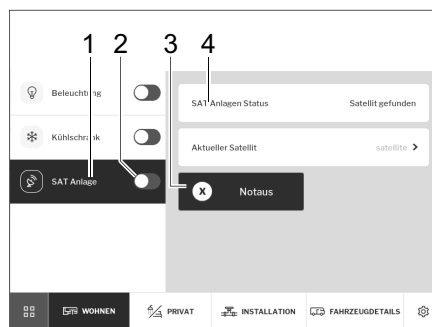

Bild 272 Satellitsystem
- Med skjutreglaget (Bild 272,2) sätter du på och stänger av satellitsystemet.
- Klicka på knappen *SAT-system* (Bild 272,1) tippen.
Den valda satelliten visas. (Bild 272,4).
- Klicka på knappen *Nödstopp* (Bild 272,3) om systemet stöter på motstånd.